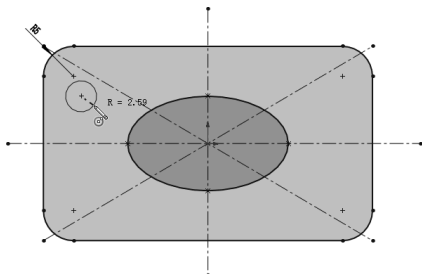

图 2-121 绘制圆操作
STEP ⑥ 单击“草图”工具栏中的“圆”按钮, 然后在如图 2-121 所示位置（可令圆心自动捕捉到与椭圆的顶部对齐）绘制一圆。